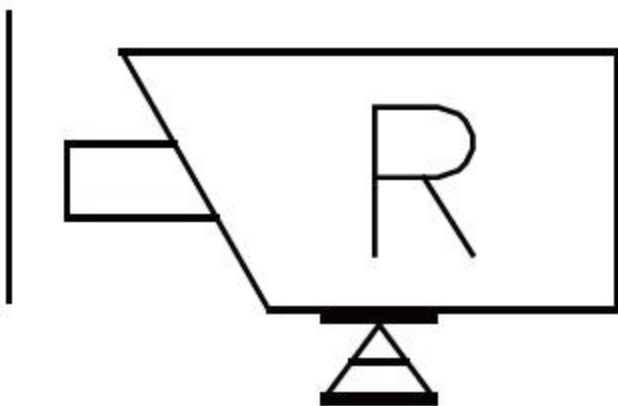

图4-99 延伸直线
**02** 单击【修改】面板中的【延伸】按钮，延伸图形，如图4-99所示。命令行操作如下。